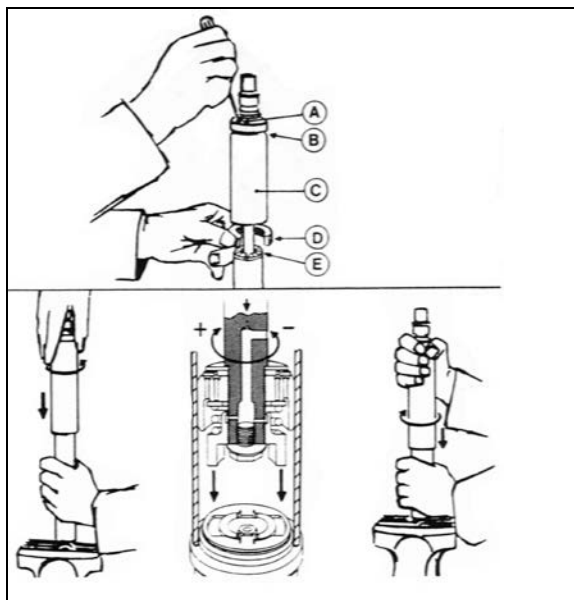

FIGURE 37:AMORTISSEUR PNEUMATIQUE 18643
Pour régler la vitesse du cycle d'ouverture et de fermeture sur l'amortisseur (Figure 37) :
8. Fermer complètement l'amortisseur tout en pivotant lentement le capot pare-poussière ou la tige piston dans le sens antihoraire jusqu'à sentir que les cames de l'écrou de réglage entrent dans les encoches de l'ensemble de clapets (Figure 37).
Voir Figure 37, s'il y a une marque (B) sur le capot pare-poussière (C) et que le capot possède deux trous (A), l'amortisseur est muni d'une butée en caoutchouc (D). Si tel est le cas, étendre complètement l'amortisseur et insérer une barre ronde ou un tournevis dans les trous. Pousser la butée en caoutchouc vers le bas et la retirer. Enlever la bague fendue en plastique (E) (le cas échéant) de la tige piston.
Si une butée de caoutchouc avait été installée, la remettre dans le capot pare-poussière. En fermant complètement l'amortisseur, la butée se placera dans la partie supérieure du capot pare-poussière. Remettre en place la bague fendue en plastique (E) (Figure 37)